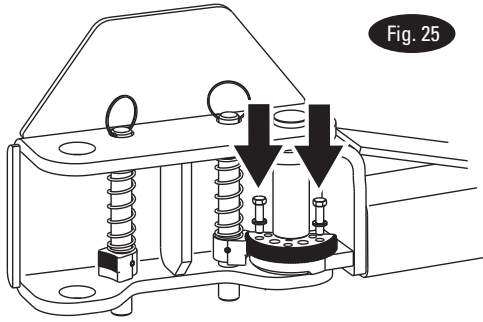

Fig. 25
Bras avec 5 trous dans la barre de roulement : Ensuite, installez les (2) 3/8 po-16NC x 1-1/2 po HHCS (8 au total pour les 4 bras) et les rondelles de blocage à ressort 3/8 po dans l'engrenage et le bras. Référez les figures 25, 26 et 27. Serrez les boulons de l'engrenage de retenue à un couple de 30-34 ft.-lbs (41-46Nm).